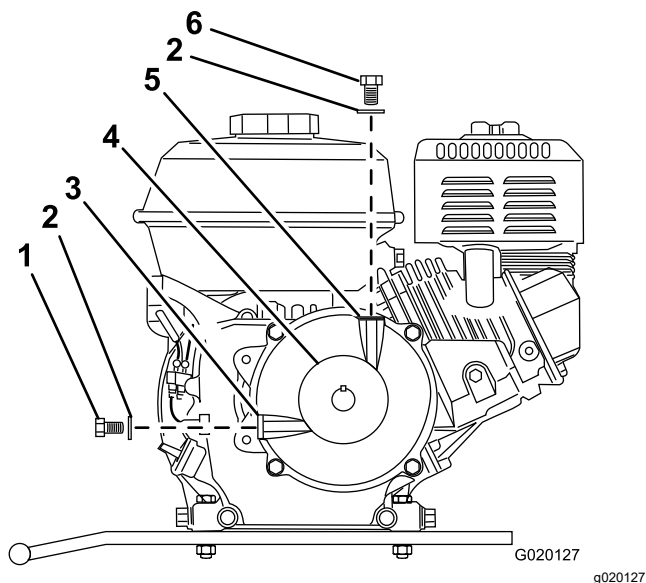

Figure 62
6. Retirez le boulon et la rondelle de l'orifice de remplissage au sommet du carter réducteur (Figure 62).
7. Retirez le boulon et la rondelle de contrôle de niveau d'huile de l'orifice de niveau d'huile sur le côté du carter réducteur (Figure 62).
12. Remettez le boulon et la rondelle de contrôle de niveau d'huile sur l'orifice de niveau d'huile du carter réducteur, et serrez le boulon (Figure 62).
13. Placez le boulon et la rondelle sur l'orifice de remplissage du carter réducteur, et serrez le boulon (Figure 62).